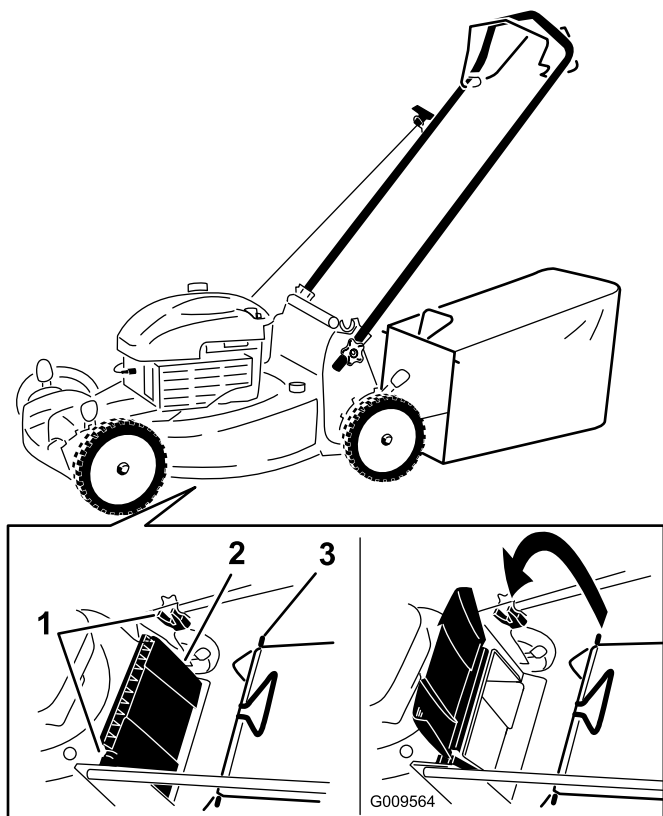

Рисунок 17
1. Поднимите и удерживайте задний отражатель (Рисунок 17).
- Установите мешок для сбора скошенной травы и убедитесь в том, что стержни мешка вошли в пазы на рукоятке (Рисунок 17).